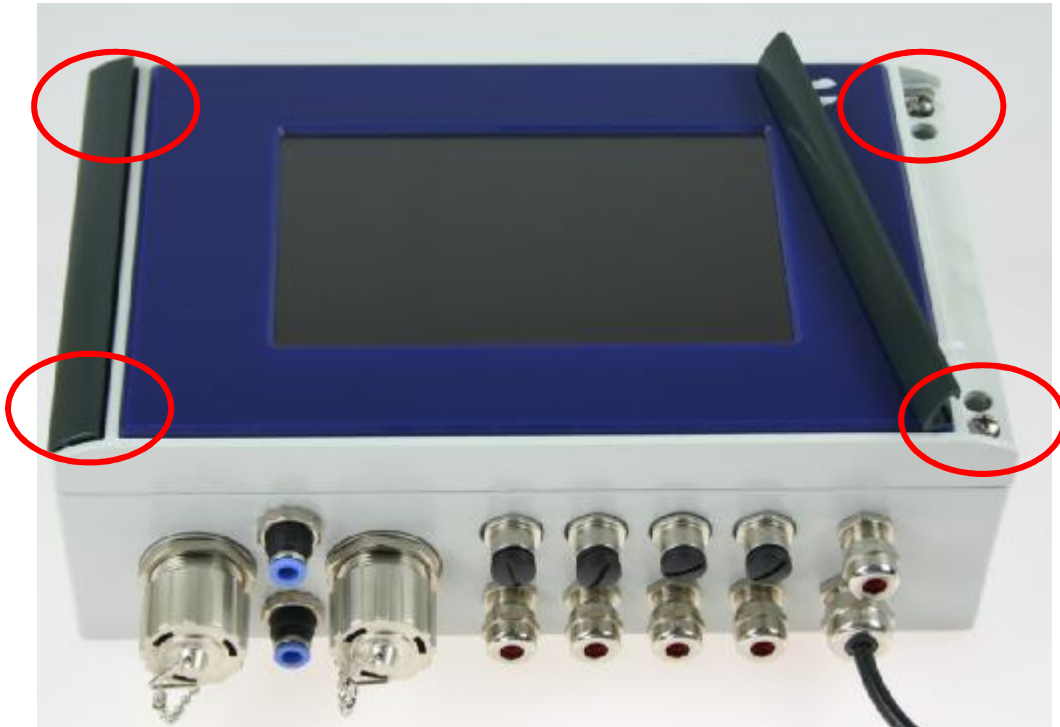

Abbildung 4: Entfernen der Aluminiumblenden
1. Zur Montage entfernen Sie vorsichtig die Aluminiumblenden an beiden Seiten der **TriBox3**, siehe Abbildung 4.
2. Die vier Schrauben am Rand der **TriBox3** lösen. Abbildung 4 zeigt die Position der Schrauben.